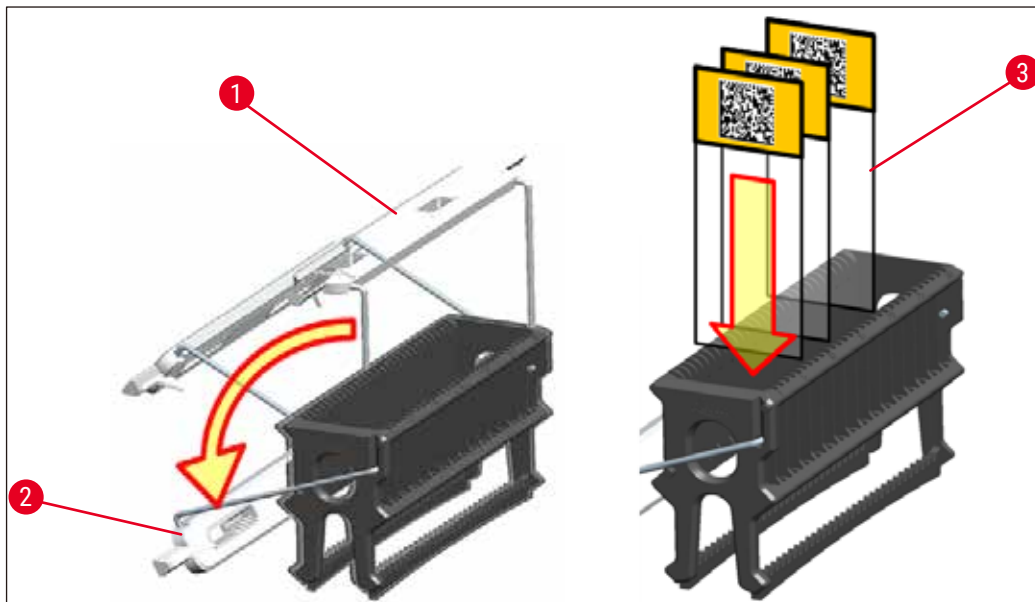

図85
- ラックは Leica のロゴがある側が前面です。ハンドル取り付け後、ハンドルを見ると、「Front」の表示が目に入ります (→「図 85」)。
1. ラックハンドルを正立位置にします (→「図 85」)。